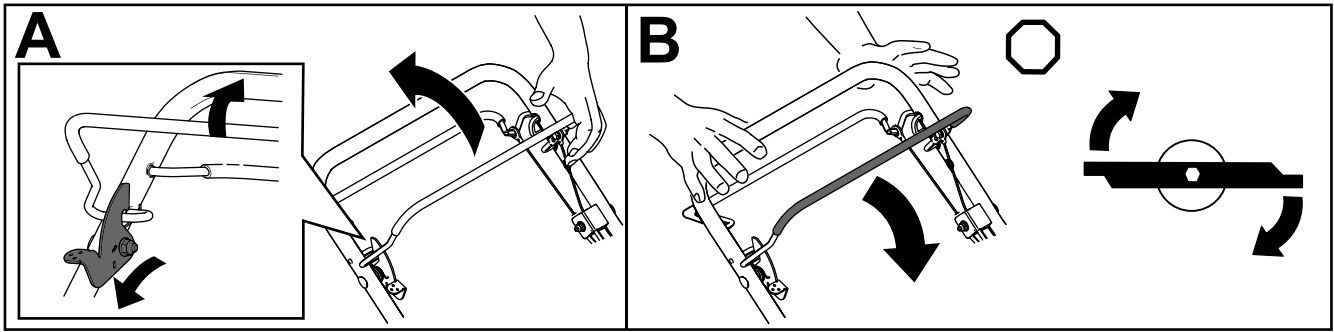

Figure 16
- Poussez en avant et maintenez le levier de blocage de la commande des lames pour relâcher la barre de commande des lames (A de Figure 16).
- Serrez la barre de commande des lames contre le guidon et relâchez le levier de blocage de la commande des lames; la lame doit s'engager (A de Figure 16).
- Relâchez la barre de commande des lames pour désengager les lames (B de Figure 16). Le levier de blocage de la commande des lames se réinitialise pour bloquer la barre de commande des lames.